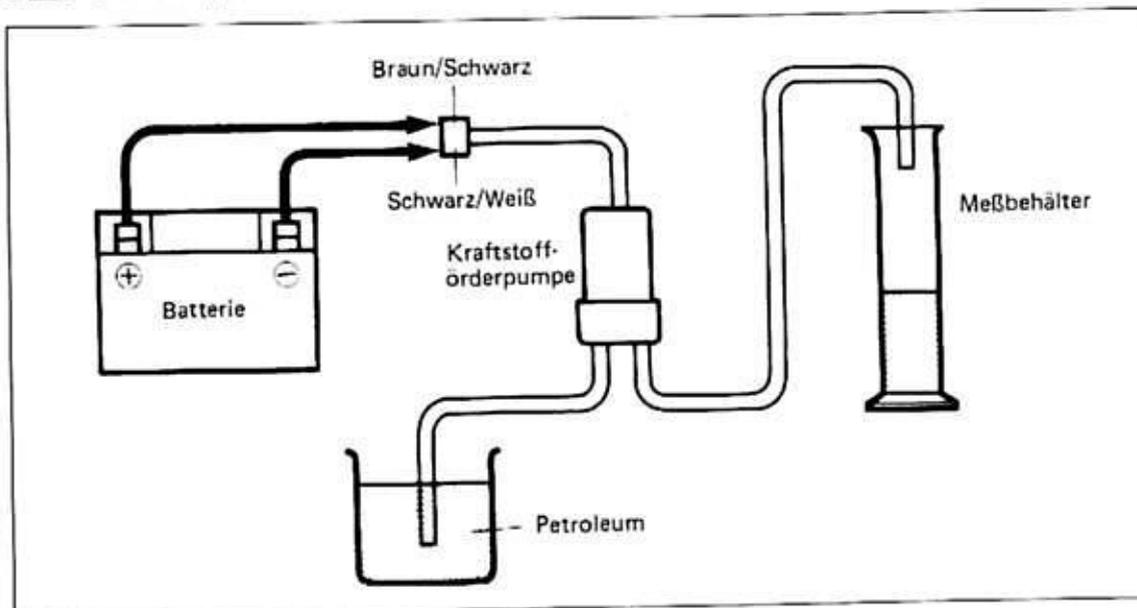

Bild 46
-  Förderleistung der Pumpe bei voll geladener Batterie messen (Prüfaufbau Bild 46). Die während einer Minute geförderte Menge muss mindestens 600 cm³ betragen. Bei geringerer Menge Pumpe auswechseln.